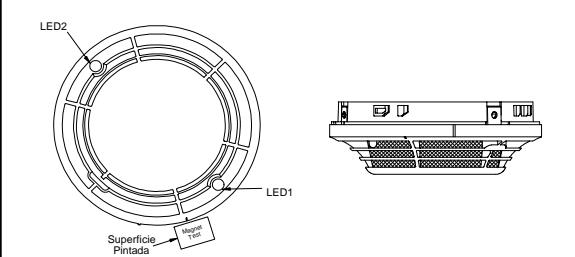

Figura 1. Ubicación del Imán de Prueba
- Pruebe el sensor situando el imán de prueba (Modelo M02-24 - opcional) al lado de la carcasa exterior a unos 2 cm de distancia del LED1 en dirección al enchufe, según se indica en la **Figura 1**.